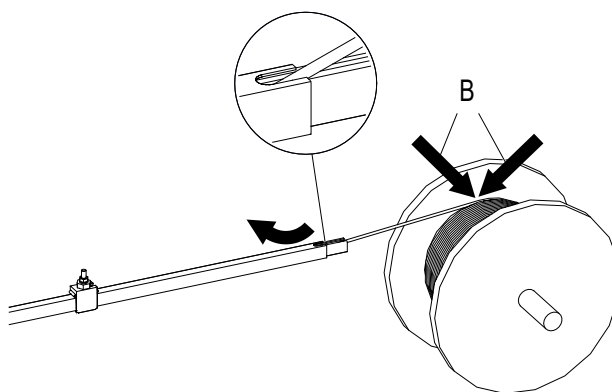
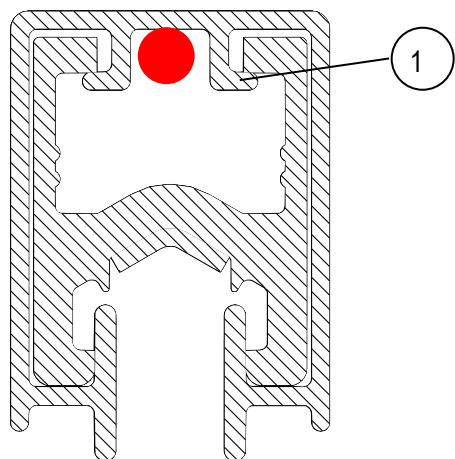

Abb. 16: Heizleiter von der Spule in das Isolierprofil im flachen Winkel einziehen. Von Hand die Abrollgeschwindigkeit der Spule kontrolliert abbremmen (B)
Abb. 17: Lage des Heizleiters während des Einziehvorganges
Beim Einziehen des Heizleiters (siehe Abb. 16) darauf achten, dass der Heizleiter nicht über scharfe Metallkanten (z.B. in der Hohlkammer der Stromschiene) gezogen wird. Die obere Rille/Ausbuchtung des Isolierprofils kann hierbei idealerweise als Einführungshilfe verwendet werden (siehe Abb. 17), da hier der Heizleiter bei Berührung nicht beschädigt wird. Der Einzug soll in möglichst flachem Winkel erfolgen.
- Heizleiter manuell im flachen Winkel einziehen. Den Heizleiter und die Spule abschnittsweise bremsen (B in Abb. 16), um Schlaufenbildung zu vermeiden.
- Ausbuchtung/Rille im Isolierprofil, wenn möglich als Führung nutzen (siehe Abb. 17).
- Eine Person (1) schiebt den Heizleiter durch die Hohlkammer des Isolierprofils, während die zweite Person (2) das durchgezogene Ende des Heizleiters am Schleifleitungsende entgegennimmt und festhält. Dabei den Heizleiter durch den Hohlraum des ersten Schienenstücks durchführen. Während des Einziehens des Heizleiters darauf achten, dass der Heizleiter sorgfältig und gleichmäßig von der Spule abgezogen wird, sodass keine Schlaufen und Knicke entstehen (siehe auch Hinweise auf S.22 und Abb. 16).
- Am nächsten Schienenstück übernimmt Person (2) das Heizleiterende vom Ende der ersten Schiene und führt den Heizleiter weiter durch die Schleifleitungsschiene. Dabei wird dafür gesorgt, dass ein leichter gleichmäßiger Zug am Heizleiter während des Einziehens besteht, sodass an der Spule keine ruckartigen Zugkräfte entstehen.
- Person (1) verbleibt während des gesamten Einzugvorganges des Heizleiters am Anfang der Schleifleitung an der Spule und achtet besonderes auf die sorgsame und abschnittsweise Abwicklung von der Spule. Dabei führt er den Heizleiter über die Isolation (siehe Abb. 16 und Abb. 17) unter leichter Zugspannung ein und bremst gleichzeitig die Spule, um ein selbstständiges Abrollen des Heizleiters zu vermeiden. Dies soll insbesondere die Schlaufenbildung vermeiden.
- Bei langen und/oder unübersichtlichen Strecken unterstützt evtl. eine zusätzliche Person (3) als Koordinator zwischen den beiden anderen Personen (1 und 2) (ggf. mit Sprechfunk).